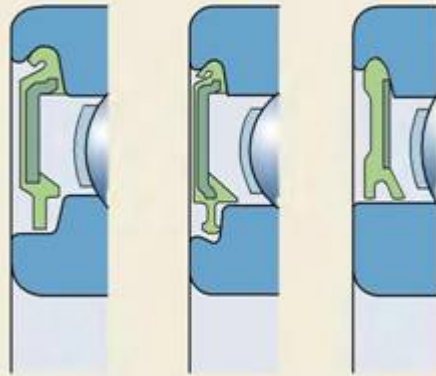

Рис. 29
- с контактными уплотнениями (-> рис. 29),